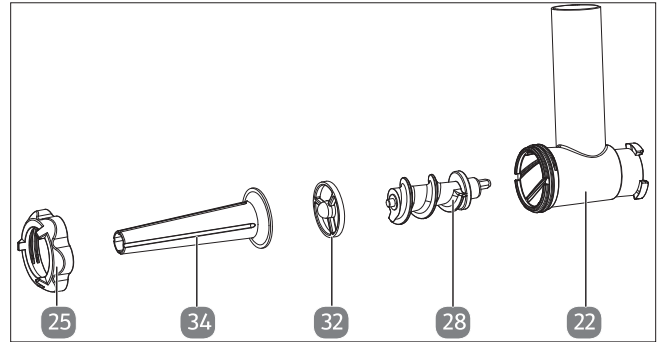

Abb. 19 – Zubehöreile Wurst herstellen
1. Setzen Sie das Zubehör wie abgebildet zusammen (siehe Abb. 19).